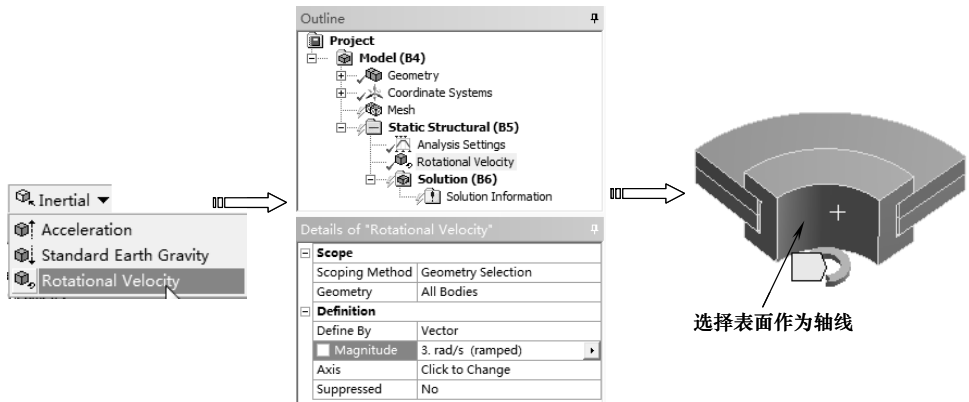

图 5-18 角速度
- ✧ **Rotational Velocity (角速度)：**角速度作为一个可实现的惯性载荷，用于定义整个模型围绕一根轴在给定的速度下旋转，也可以通过分量来定义角速度，如图 5-18 所示。